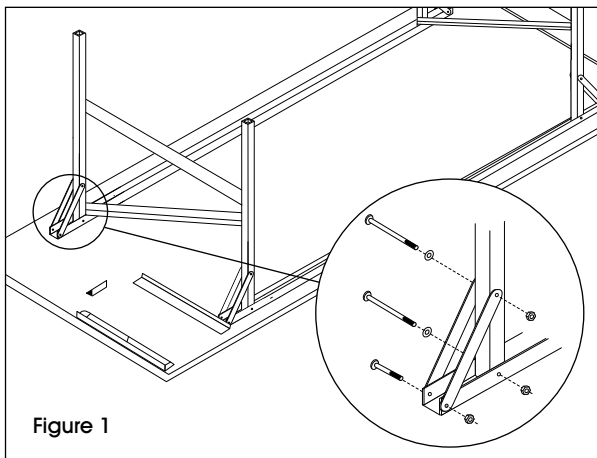

Figure 1
1. Fixez l'ensemble des pieds droits et gauches aux profilés de pied préfixés. (Voir Figure 1) Fixez les pieds avant à l'aide de boulons hexagonaux de 1/4 – 20 x 2 po, de rondelles et d'écrous. Fixez les pieds arrière à l'aide de boulons hexagonaux de 1/4 – 20 x 4 po, de rondelles et d'écrous.